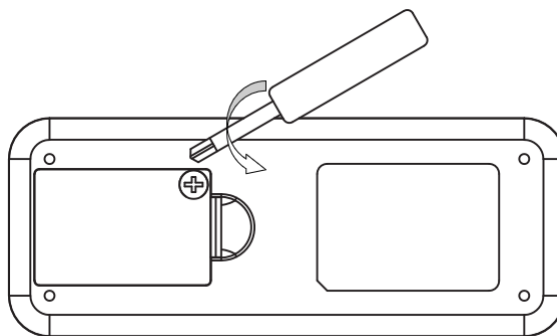

Abb. 11a
3. lösen Sie die Schraube der Batteriefachabdeckung (Abb. 11a).